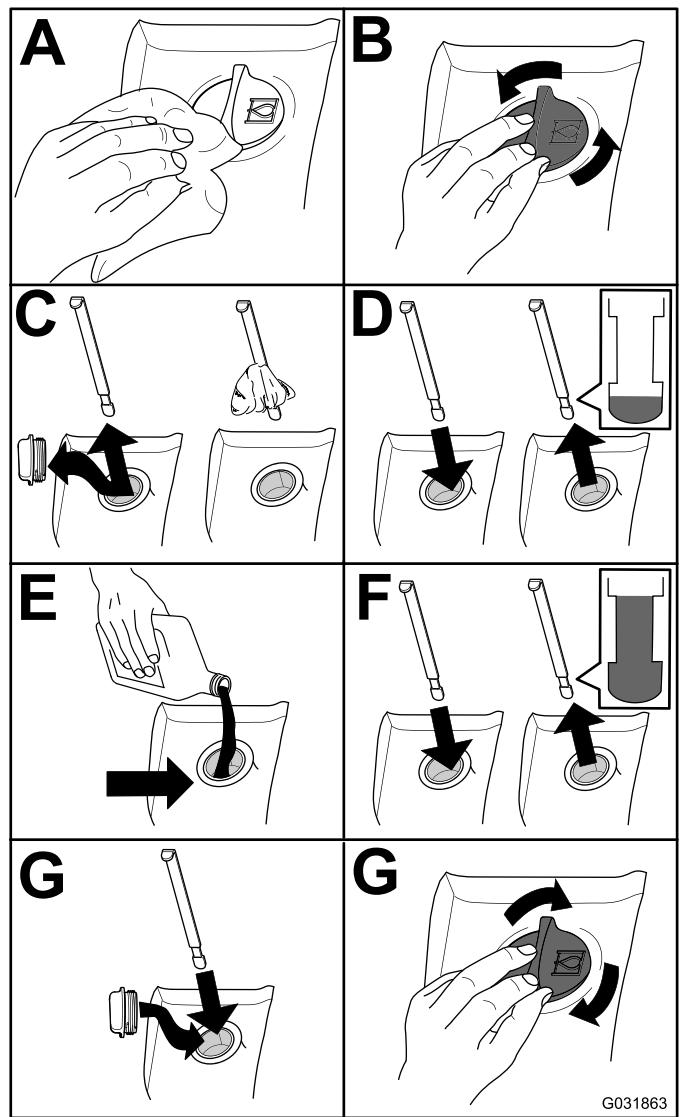

Figura 115
- Compruebe el nivel de fluido hidráulico (Figura 115).